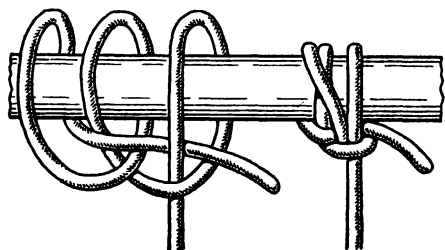

Рис. 58. Щучий узел
**Щучий узел** (рис. 58). Он так же, как и два предыдущих узла, служит для прикрепления троса к предметам цилиндрической формы. Щучий узел намного проще фалового узла.